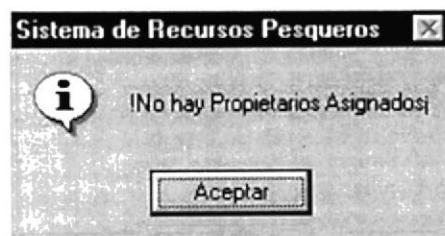

Figura 10.32 Mensaje de Código no existe
3. Si la empresa existe y no tiene clientes asignados aparecerá el siguiente mensaje (ver figura 10.32)